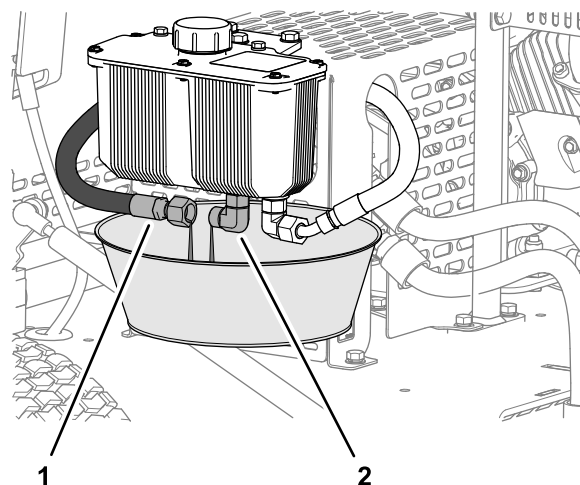

图 37
1. 在液压油箱下放置一个容量为 2L 的放油盘 图 37。
2. 从液压油箱接头卸下液压供油软管并等待液压油完全流入放油盘 图 37。